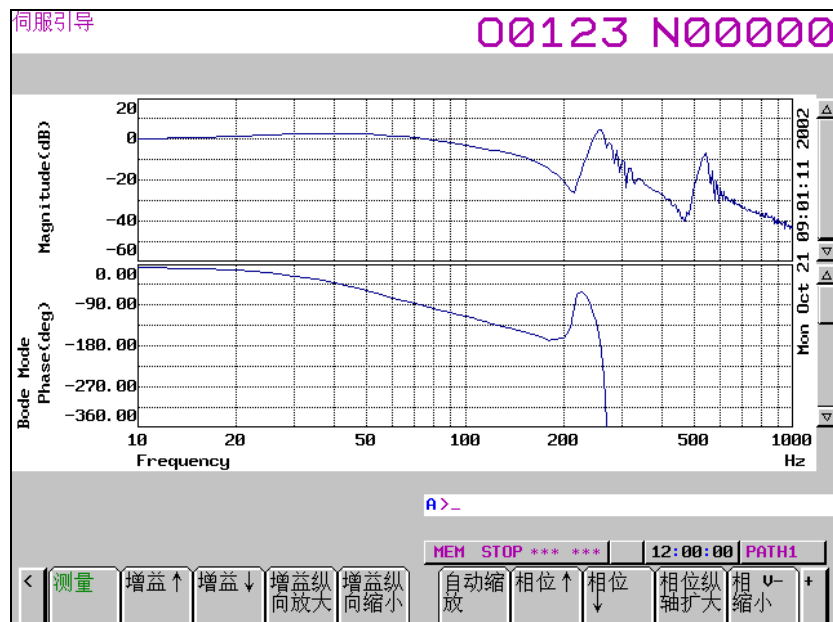

图1.9.1.5 (f)
- 31 测量结束后，出现 图 1.9.1.5 (f) 所示的波形画面。